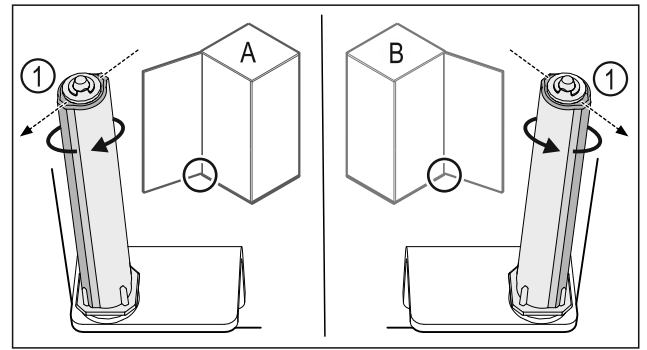

Fig. 41 Battuta a sinistra (A) / battuta a destra (B)
- ▶ Ruotare il sistema di chiusura contro la resistenza fino a quando la sporgenza del sistema di chiusura Fig. 41 (1) non è rivolta verso l'esterno.